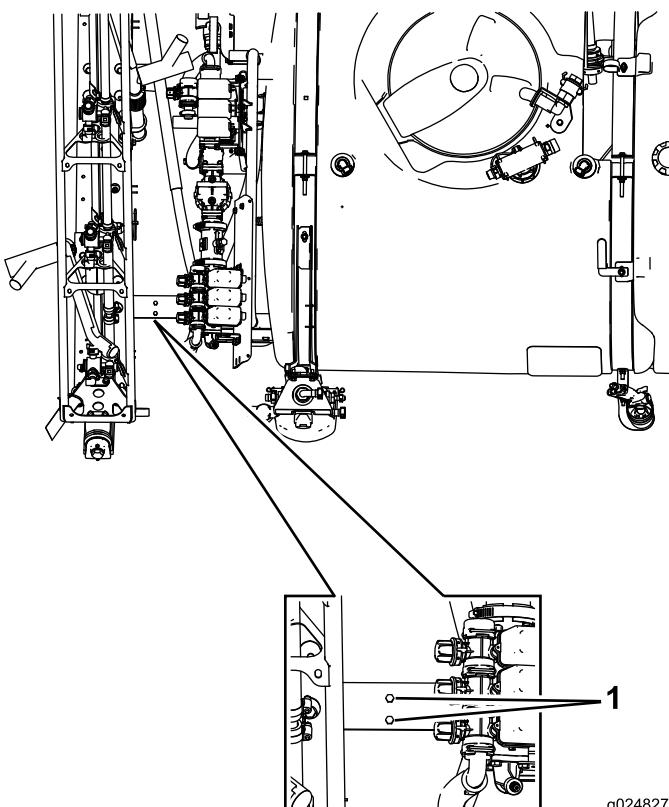

Figura 19
1. Usando una broca de 1/4 pulgada, perfore 2 taladros en el bastidor (Figura 19).